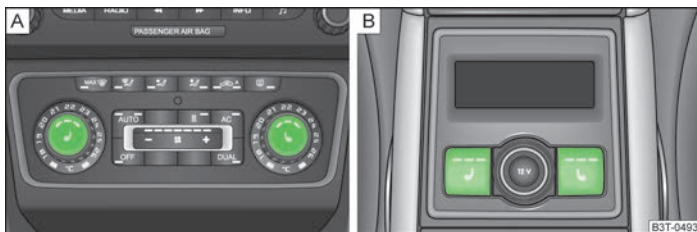

Fig. 56 Regulador para calefacción de asientos delanteros/asientos posteriores
- Pulsando la superficie del regulador donde se encuentra el símbolo  o  » fig. 56 - A se podrá conectar y regular la calefacción de asiento del conductor o bien del acompañante.
- Pulsando el regulador  o  » fig. 56 - B se puede conectar y regular el calefaccionado del asiento posterior izquierdo o derecho.